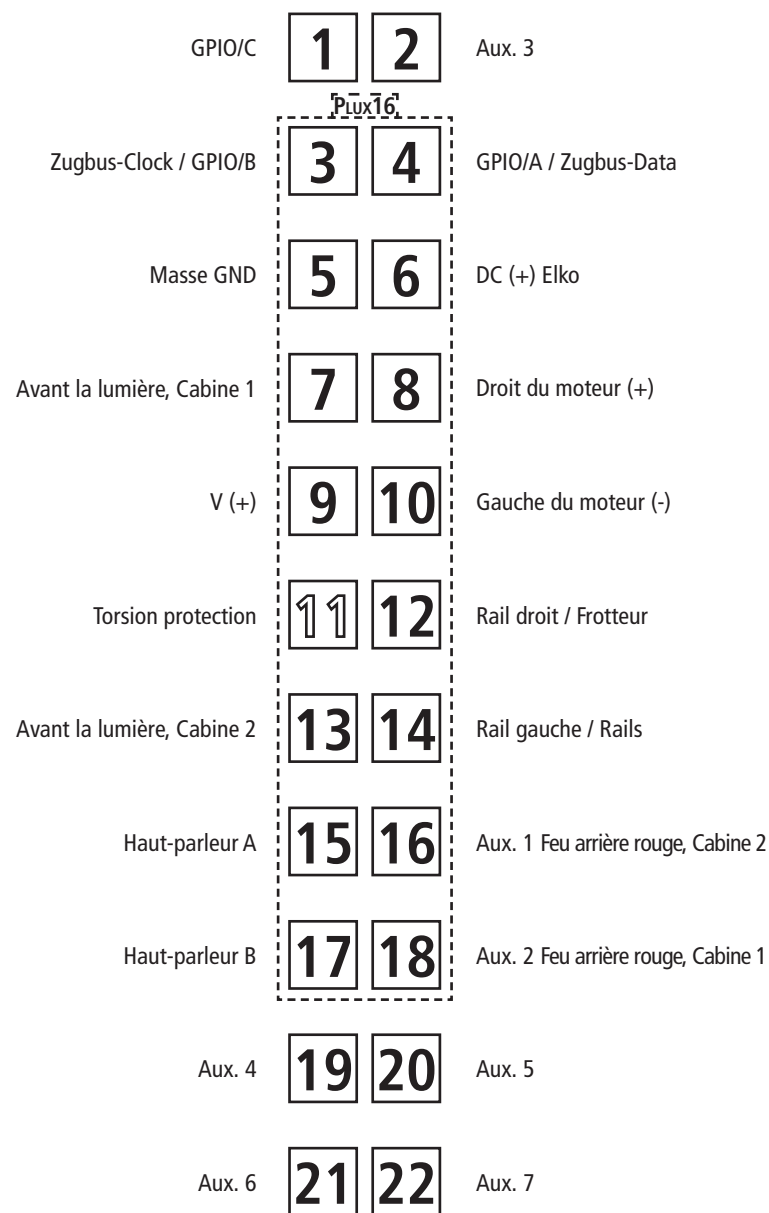

Fig. 5
1. Reinigung der Radstromkontakte: Radstromkontakte können auf unsauberen Schienen leicht verschmutzen. Entfernen Sie **vorsichtig** mit einem kleinen Pinsel **den Schmutz** an den in Fig. 5 gekennzeichneten Stellen.
1. Cleaning of wheel contacts: Wheel contacts easily get dirty on tracks which are not entirely clean. Use a small brush to **remove dirt** from spots marked in fig. 5.